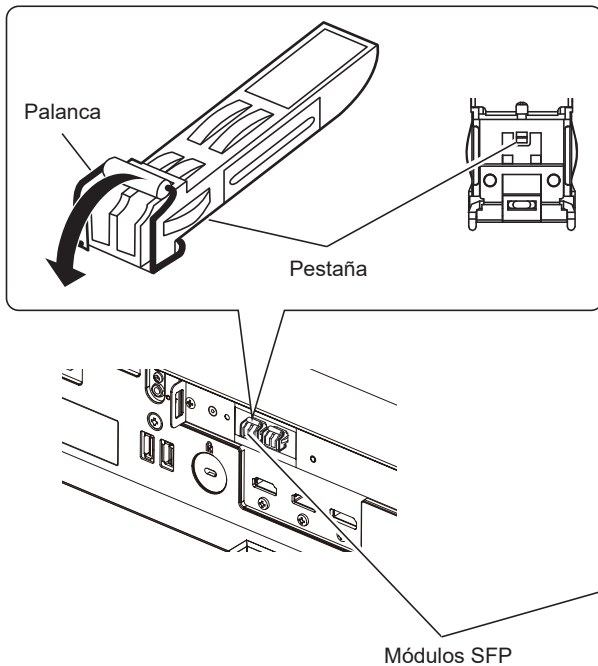

Figura 1
2) Suelte la pestaña del módulo SFP. (Figura 1)